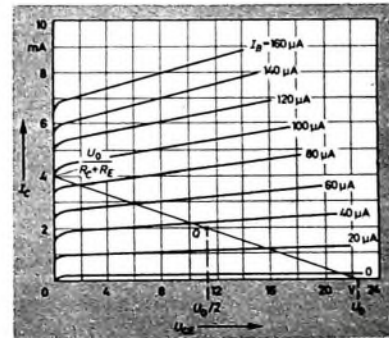

Bild 2. Ausgangskennlinienfeld eines npn-Transistors in Emitterschaltung
Bild 2 zeigt das Ausgangskennlinienfeld ( $I_C = f(U_{CE})$ , Parameter  $I_B$ ) eines npn-Transistors in Emitterschaltung.  $U_{CE}$  und  $I_C$  sollen so gewählt werden, daß der Arbeitspunkt Q im linearen Bereich der Kennlinien liegt (der Punkt Q im Bild 2 soll lediglich die Lage des Arbeitspunktes angeben). Es läßt sich nachweisen, daß für die Temperaturstabilität optimale Bedingungen vorliegen, wenn  $U_{CE} = U_0/2$  ist. In manchen Fällen, zum Beispiel bei direkt gekoppelten Stufen, kann man diese Bedingung zwar nicht einhalten, jedoch sollte sie immer möglichst weitgehend angenähert werden (auch die Widerstandswerte der Normreihen können die exakte Einhaltung unmöglich machen). Zur Festlegung des Arbeitspunktes braucht nun nur noch  $I_C$  bestimmt zu werden.
Wie man den Kennlinien im Bild 2 entnehmen kann, liegt der Arbeitspunkt mit  $I_C = 1,4 \text{ mA}$  günstig und die Collectorverlustleistung niedrig ( $P_C = 16 \text{ mW}$ ). Übrig bleibt nur noch die Berechnung von  $R_E$ ,  $R_1$  und  $R_2$ . Aus Gl (8) ergibt sich